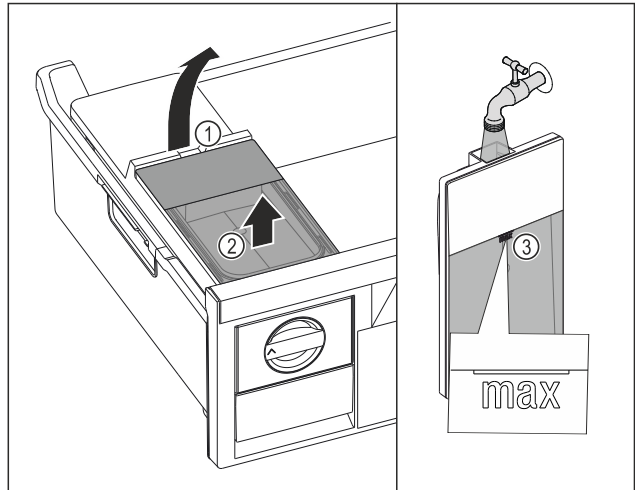

Fig. 121
- Soulever le réservoir d'eau par l'encoche Fig. 121 (1).
- Retirer le réservoir d'eau par le haut. Fig. 121 (2)
- Remplir le réservoir d'eau potable jusqu'au repère Fig. 121 (3).